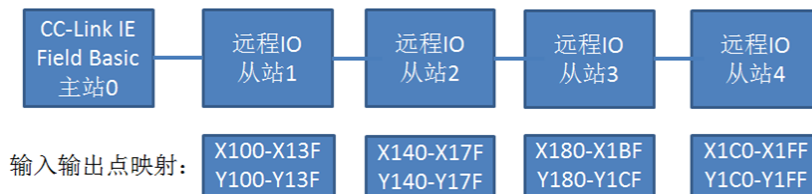

图 5-3-10 从站 IO 点映射
5、CC-Link IE Field Basic 输出点映射方式：每个从站占用 64 个点即 64DI、64DO。此处设置的输入输出点对应起始点为 X100, Y100，从站 IO 点的映射如图 5-3-10 所示。